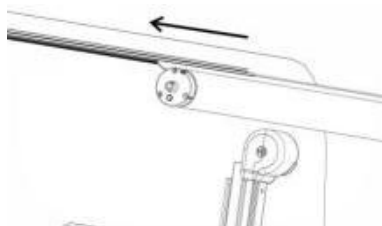

Figure C19
3.6 Afloje una sección de tela en el tubo enrollador del toldo e insértela en el riel de tela del vehículo (Figura C19).